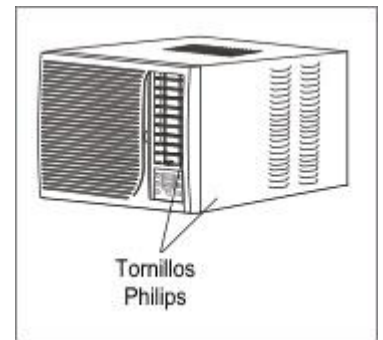

Fig. 1
A. Quite los 4 tornillos Philips que aseguran el chasis. Hay (2) tornillos en cada lado. El conjunto de tornillos más cercano al frente de la unidad asegura el panel frontal del gabinete. El conjunto de tornillos más cercano a la parte trasera de la unidad asegura el gabinete en el chasis. Ver (Fig. 1).
B. Asegurar la parrilla delantera con los tornillos Philips antes retirados (Fig. 1).